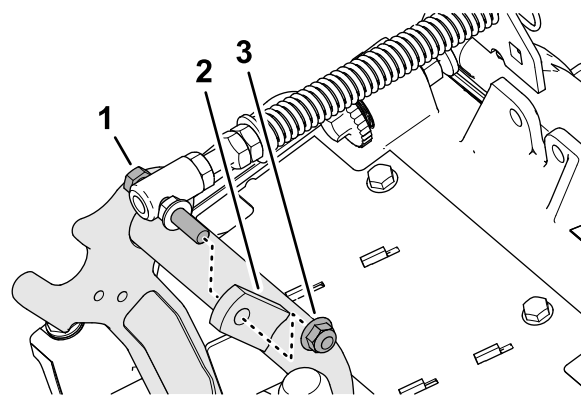

Figura 8
- Retire la contratuerca con arandela prensada ($\frac{3}{8}$ ") que fija el tornillo del muelle de compensación del césped a la pestaña derecha del bastidor de tiro, y retire el muelle de compensación de la unidad de corte (Figura 8).